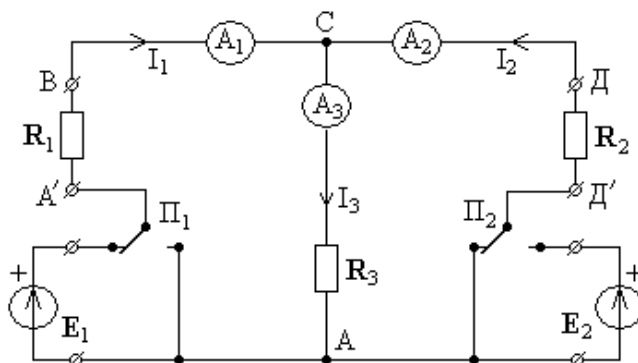

Рис.2. Принципиальная электрическая схема лабораторного макета.
Принципиальная электрическая схема лабораторной работы представлена на рис.2.
1) Собрать цепь, изображенную на рис.2, установить значения напряжений источников э.д.с.  $E_1=5\text{В}$  и  $E_2=10\text{В}$ .
2) Измерить токи в ветвях цепи (рис.2.) используя встроенные в макет миллиамперметры для следующих режимов включения источников э.д.с.:
1) Рассчитать токи в ветвях цепи (рис.2), для режимов, когда источники э.д.с.  $E_1$  и  $E_2$  включены в отдельности, воспользовавшись методом расчета токов и напряжений в параллельно-последовательных цепях. Номинальные величины сопротивлений равны  $R_1=330\text{ Ом}$ ,  $R_2=130\text{ Ом}$ ,